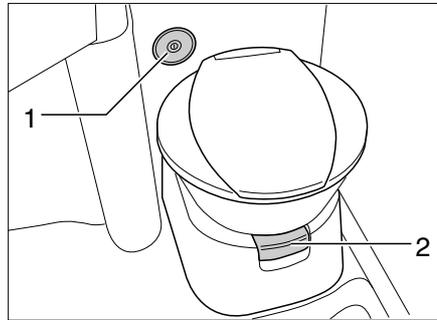
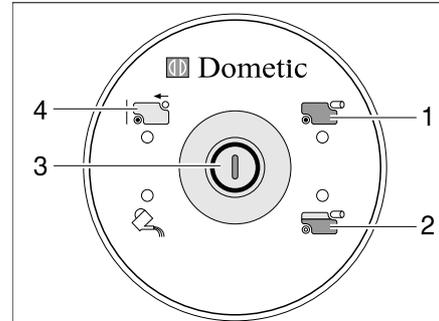

Bild 247 Toilettenschüssel mit Kontroll- und Bedieneinheit
Bild 248 Kontroll- und Bedieneinheit Toilette
Vor der Benutzung der Toilette etwas Wasser in die Toilettenschüssel laufen lassen. Dazu den Spülknopf (Bild 248,3) an der Kontroll- und Bedieneinheit (Bild 247,2) drücken.
- Vor dem Spülen den Schieber der Toilette öffnen. Dazu den Schieberhebel (Bild 247,1) herausziehen.
- Zum Spülen den Spülknopf (Bild 248,3) drücken.
Die Kontroll-Leuchte (Bild 248,2) leuchtet, wenn der Fäkalientank zu 3/4 gefüllt ist. Die Kontroll-Leuchte (Bild 248,1) leuchtet, wenn der Fäkalientank entleert werden muss.
- Den Schieber öffnen. Dazu den Schieberhebel (Bild 247,1) herausziehen.
- Den Schieberhebel (Bild 247,1) hineindrücken. Der Schieber wird geschlossen. Zum Entleeren **muss** an der Toilette der Schieber geschlossen sein.
- Fäkalientank entnehmen und entleeren, wie in den Abschnitten 11.8.4 und 11.8.5 beschrieben. An der Kontroll- und Bedieneinheit leuchtet die Anzeige "Fäkalientank entnommen" (Bild 248,4).